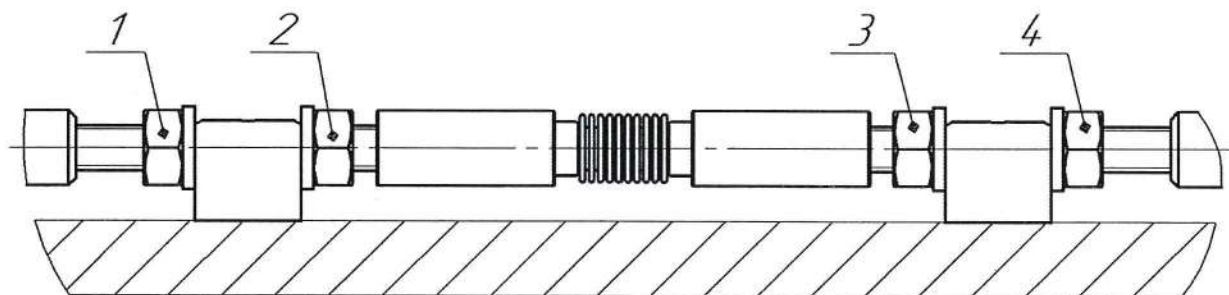

Рисунок 2 — Монтаж ВОДД. Позиция 1 и 4 – внешние гайки, 2 и 3 – внутренние гайки
3.1.4 Максимально вывести по резьбе внутренние гайки (поз. 2 и 3 рис. 2) в центр датчика. Внешние гайки (поз. 1 и 4 рис. 2) максимально вывести до края резьбы, что обеспечит удобную установку датчика в анкеры. Установить датчик в опоры.
3.1.6 Вращая внешние гайки (поз. 1 и 4 рис. 2) и контролируя «инженерное значение» в ПО «Astrosoft» задать предварительно «инженерное значение» (натяжение датчика) равным 5 нм.
3.1.7 Вращая внутренние гайки (поз. 2 и 3 рис. 2), довести натяжение датчика до 4 нм.
3.1.8 Закрутить попарно гайки возле каждой опоры (гайки 1 и 2 для опоры слева, 3 и 4 для опоры справа на рис. 2) до упора.
3.2.1 Раскрутить гайки поз. 1 и 2 рис. 2.
3.2.2 Раскрутить внутренние гайки поз. 3 и 4 рис. 2.